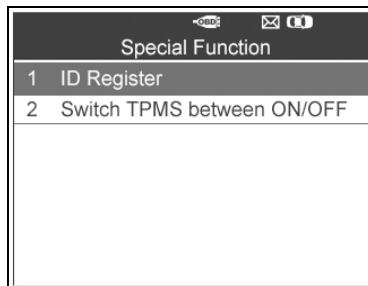

Abbildung 4.39
das getestete Fahrzeug an. (Abbildung 4.39).
- 3) Um das TPM-System manuell ein- oder auszuschalten, wählen Sie über die Scrolltaste **NACH OBEN/UNTEN** den Befehl **TPMS AN/AUSSCHALTEN** aus und drücken Sie die **Y**-Taste. (Abbildung 4.39)